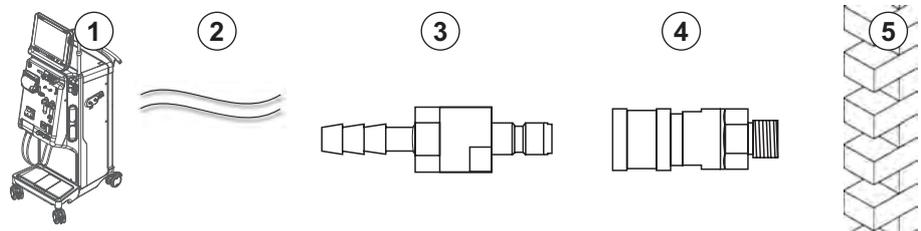

Fig. 4-6 Conectores Aquaboss de saída de dialisado
- 1 conector de fecho macho (Fig. 4-6, ③), material 1.4571 EPDM
- 1 conector de tubo fêmea (④), diâmetro interno ou tubo flexível 9 mm, material 1.4571 EPDM
1. Conecte o tubo ② , ④ ao equipamento e fixe-o com um braçadeira de linha ou uma braçadeira de orelha.
2. Adapte o conector de fecho macho ③ ao tubo e fixe-o com um clampe de tubo ou braçadeira de orelha única.
3. Adapte o conector de fecho macho ③ ao conector de tubo fêmea ④ , o qual se encontra fixo na parede.